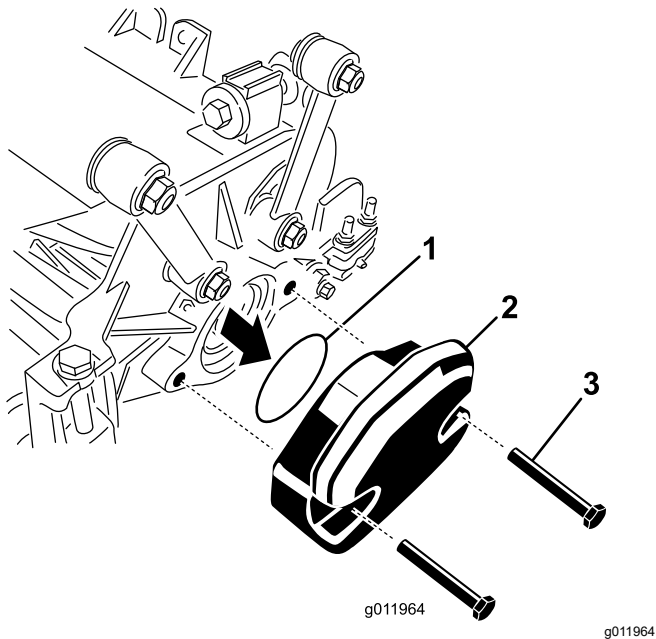

図 23
2. 右側カuttingユニットの内側端部からウェイトとOリング 図 23 を取る。